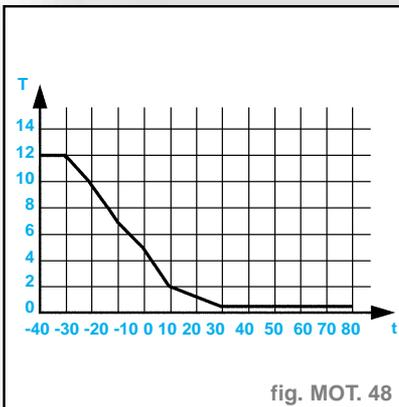

fig. MOT. 48
- Le temps d'allumage du voyant et d'alimentation des bougies est fonction de la température d'eau (fig. MOT. 48).